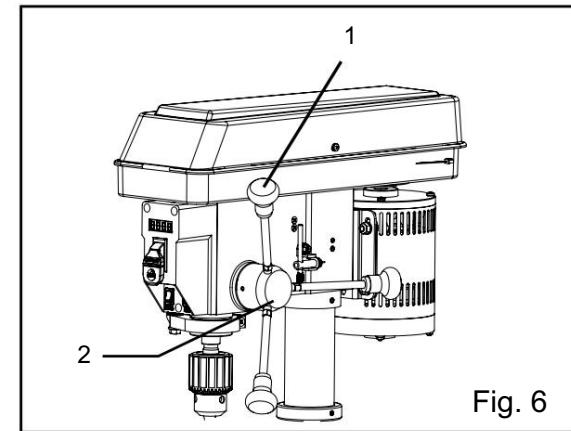

Fig. 6
POIGNÉES D'ALIMENTATION (FIG. 6)
1. Insérez les trois poignées d'alimentation (Fig. 6 - 1) dans les ouvertures filetées du moyeu d'alimentation (Fig. 6 - 2).